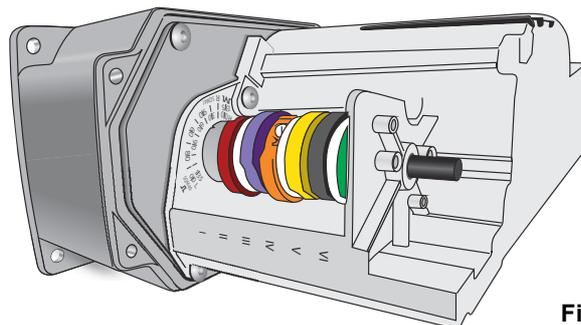
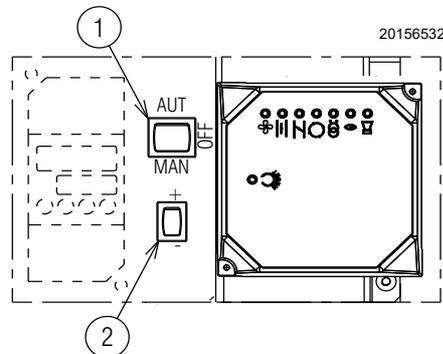

Fig. 29
Fig. 30
Il servomotore (Fig. 29) regola contemporaneamente la serranda dell'aria e tramite la camma meccanica a profilo variabile la farfalla del gas. Compie una rotazione di 90° in 30 s.
Mettere il selettore 1)(Fig. 30) in posizione "MAN".
- mettere l'interruttore 1)(Fig. 30) in posizione "OFF" ed attendere che l'apparecchiatura esegua la fase di spegnimento;
La regolazione dell'aria viene effettuata variando l'angolo della camma III) (Fig. 29 a pag. 27) e per mezzo del selettore 2)(Fig. 30 a pag. 28). Per la regolazione della camma del servomotore, vedi Fig. 33-A.
Nella descrizione che precede abbiamo lasciato il bruciatore acceso, funzionante alla potenza MIN. Premere ora il pulsante 2)(Fig. 30 a pag. 28) "aumento potenza" e tenerlo premuto fino a quando il servomotore ha aperto la serranda aria e la farfalla del gas.
La regolazione dell'aria viene effettuata variando l'angolo della camma I) (Fig. 29 a pag. 27) e per mezzo del selettore 2)(Fig. 30 a pag. 28). Per la regolazione della camma del servomotore vedi Fig. 33-A).
Premere il selettore 2)(Fig. 30 a pag. 28) "Diminuzione potenza" e tenerlo premuto fino a quando il servomotore si porta (Fig. 33-B) alla regolazione fatta in fabbrica: Vedi Tab. K a pag. 27 e regolando di conseguenza la serranda aria 5) e la farfalla del gas 4)(Fig. 32 a pag. 29).
La regolazione dell'aria viene effettuata variando l'angolo della camma III) del servomotore (Fig. 29 a pag. 27) e per mezzo del selettore 2)(Fig. 30 a pag. 28). Per la regolazione della camma del servomotore vedi Fig. 33 a pag. 29-A).
Dopo aver regolato la potenza massima e minima del bruciatore si provvede ad eseguire la regolazione del gas su più posizioni intermedie del servomotore. Il passaggio da una posizione alla successiva si ottiene tenendo premuto il pulsante 2) sul simbolo (+) o (-) (Fig. 30 a pag. 28). Premere un poco il pulsante 2)(Fig. 30 a pag. 28) "Aumento potenza" in modo che il servomotore ruoti di circa 20°, vedi indice graduato servomotore Fig. 33-B) e indice graduato serrande aria 5)(Fig. 32 a pag. 29).
Spegnere il bruciatore agendo sull'interruttore 1)(Fig. 30 a pag. 28), posizione OFF, svincolare la camma meccanica 1)(Fig. 32 a pag. 29) per separare gli ingranaggi del servomotore, premendo e spostando verso il basso il pulsante 3)(Fig. 33 a pag. 29-D) e verificare più volte ruotando a mano la camma meccanica 1)(Fig. 32 a pag. 29) avanti ed indietro che il movimento sia morbido e privo di impuntamenti.